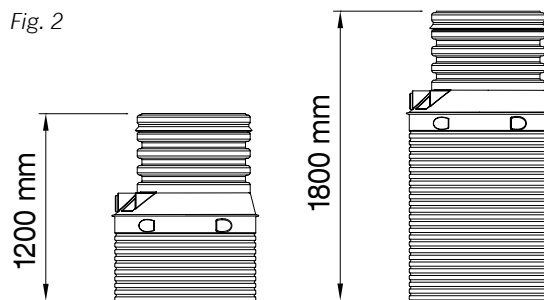

Fig. 3
- Løft af udskilleren ned i udgravningen skal udføres med løftestropper i udskillerens integrerede løfteøjer. (fig. 3).